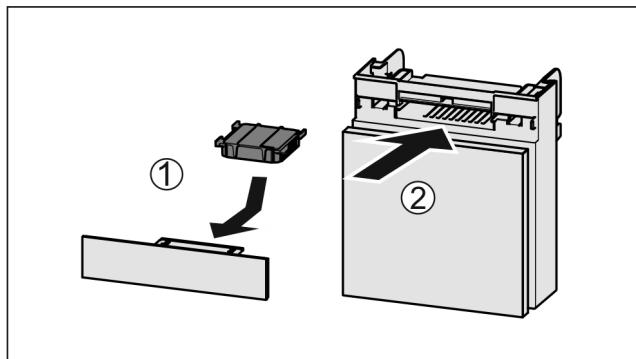

Fig. 63
- Поставете Fig. 63 (1) филтъра с активен въглен, както е показано на фигурата.
- Вкарайте Fig. 63 (2) отделението.